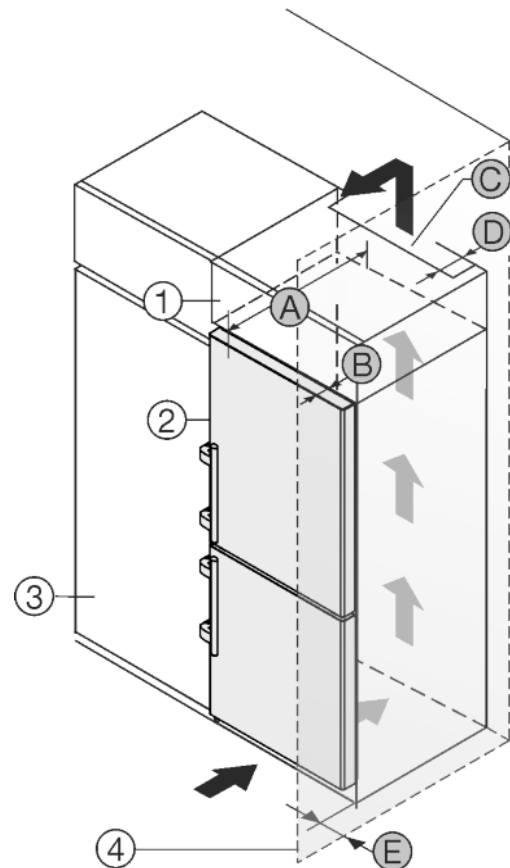

Fig. 12
Уредът може да е обграден с кухненски шкафове. За да изравните височината на уреда *Fig. 12 (2)* с височината на вградената кухня, над уреда може да се постави шкаф-пристройка *Fig. 12 (1)*.
Уредът да се постави непосредствено до кухненски шкаф *Fig. 12 (3)*. За да могат вратите да се отварят изцяло, уредът трябва да е издаден с дълбочината *Fig. 12 (B)* спрямо лицето на кухненския шкаф. В зависимост от дълбочината на кухненските шкафове и използването на детайли за отстояние от стената, уредът може да излезе още по-напред.
- От задната страна на шкафа-пристройка трябва да има вентилационен отвор с дълбочина Fig. 12 (D) по цялата ширина на шкафа-пристройка.
- Под тавана на помещението трябва да се спази сечението за вентилация Fig. 12 (C).
Когато уредът се поставя с пантите до стена Fig. 12 (4), трябва да бъде спазено разстоянието Fig. 12 (E) между уреда и стената. Това отговаря на разстоянието, с което дръжките стърчат при отворена врата.